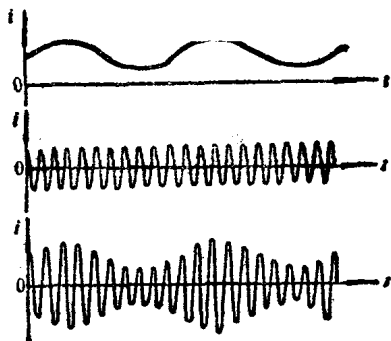

图1-2 调幅波
1. 调幅 调幅就是使高频振荡电流的振幅随调制信号而改变。图 1-2 是调幅过程示意图。